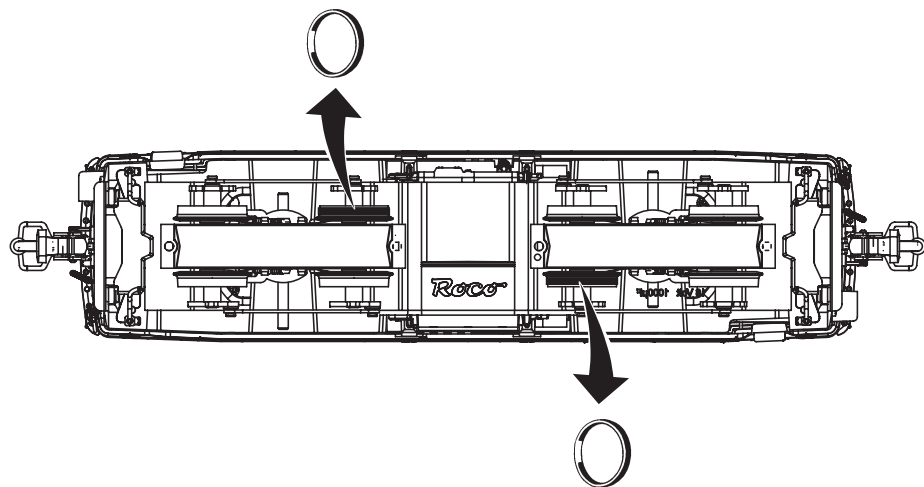
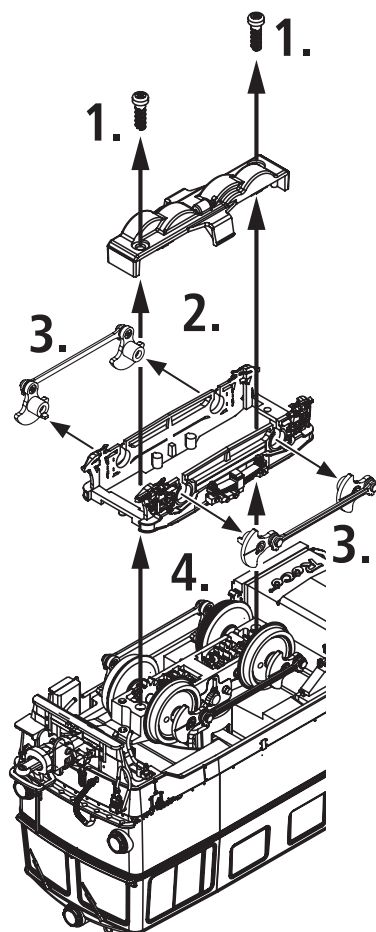
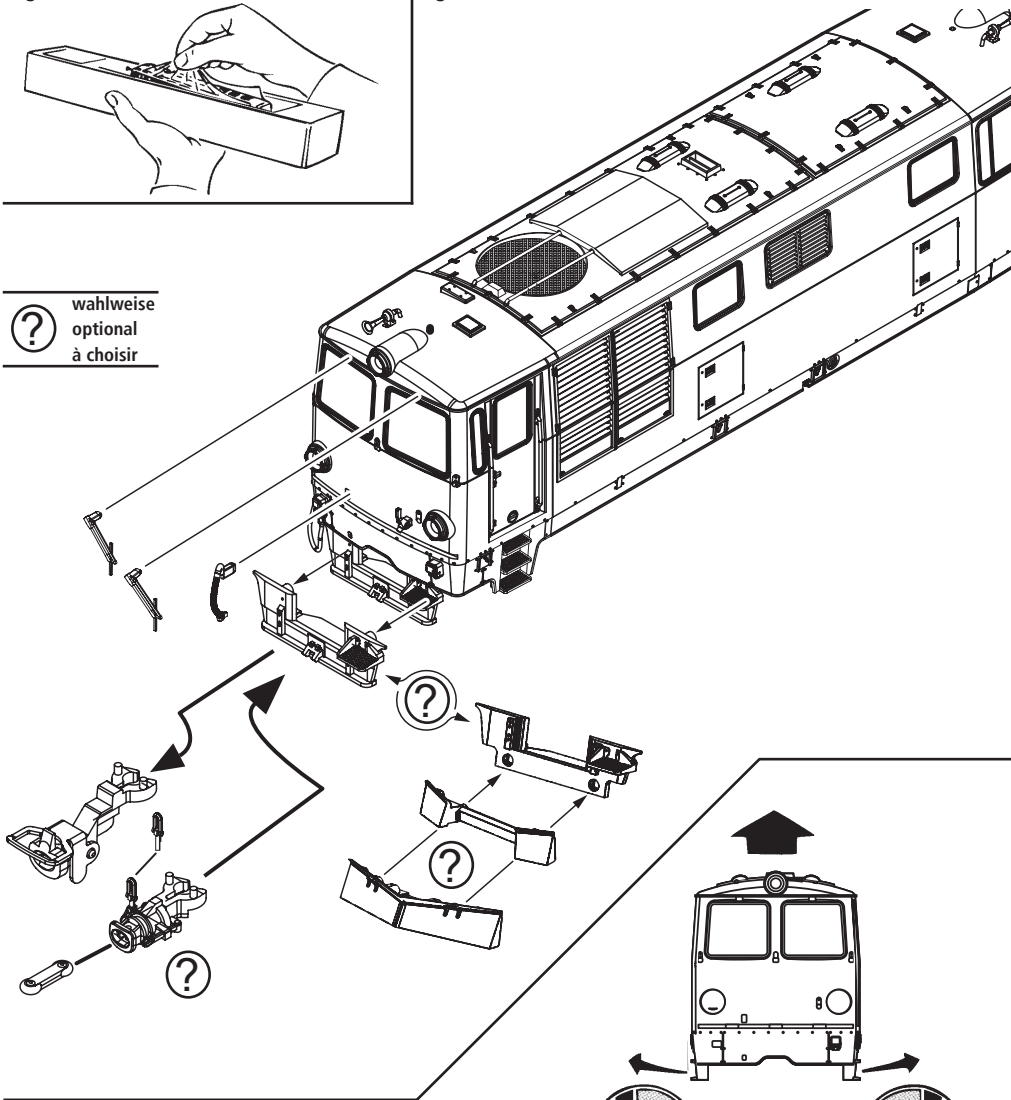

Fig. 7
Fig. 8
Fig. 3
1. Schmierung: Versehen Sie die im Schmierplan in Fig. 7 gekennzeichneten Stellen mit nur **kleinen Öltropfen**. Dazu zuerst das Lokgehäuse abnehmen (Fig. 3). Wir empfehlen den **ROCO Öler Art.-Nr. 10906**. Fürs Schmieren der Getriebeteile (Zahnräder, Schnecke) empfehlen wir das **ROCO-Spezialfett Art.-Nr. 10905**. Im Falle der Schmierung diese Teile **nicht ölen**.
Mehrzugbetrieb: Zuerst Lokgehäuse abnehmen (Fig. 3). Danach den Brückenstecker aus der Schnittstelle entfernen (diesen sorgsam aufbewahren). Danach den Stecker des Decoders lage-richtig einsetzen (siehe Fig. 4).
3. Kohlebürstenwechsel: Lokgehäuse abnehmen (Fig. 3). Danach wird der Motor ausgebaut und die Kohlebürsten ausgewechselt (Fig. 8).
1. Lubrication: Apply **tiny oil drops** to spots marked in fig. 7. Prior to lubrication dismantle locomotive (fig. 3). We recommend using item no. **10906, Roco oiler**. For lubrication the gearparts (e.g. cogwheels, worm) we would recommend our Roco **special grease** (item no. **10905**).
3. Carbon Brush Changing: First remove loco body (fig. 3), and then the motor (fig. 8).
1. Graissage: N'appliquez **qu'une tout petite goutte** aux endroits indiqués par le plan de graissage (fig. 7) après avoir démonté la caisse de la locomotive (fig. 3). Nous vous recommandons le **graisseur à huile Roco réf. 10906**. Pour graisser les engrenages (roues dentées, vis sans fin) nous vous conseillons la **graisse spéciale Roco réf. 10905** pour engrenages en matières synthétiques. Lorsque vous utilisez cette graisse il faut éviter d'huiler ces composants.
3. Remplacement des balais du moteur: Démontez la caisse (voir fig. 3). Démontez ensuite le moteur et échangez le balais (fig. 8).
voir } Fig.3